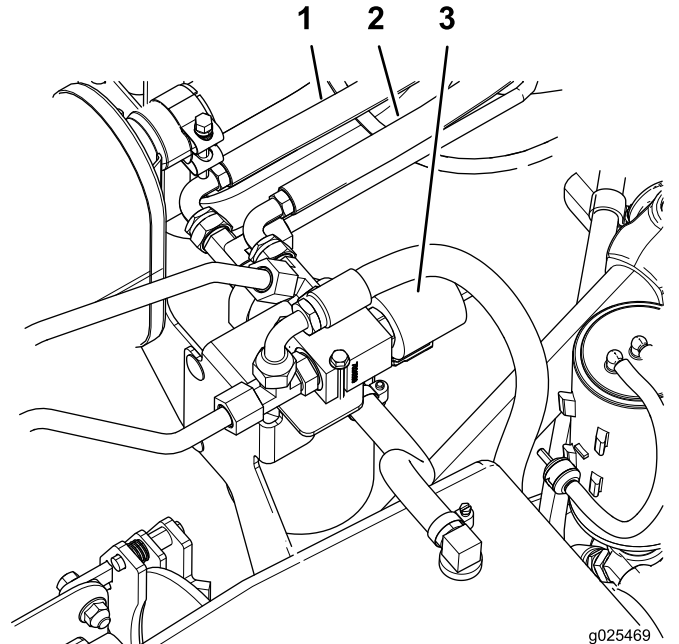

Figura 16
3. Montate il flessibile lungo (86-½") sul raccordo a T sul collettore (Figura 16).
4. Montate il flessibile lungo (80-½") sul raccordo a T sull'alloggiamento del filtro (Figura 16).